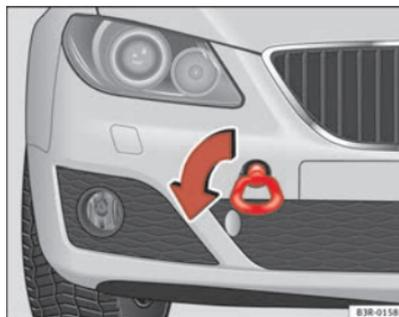

Fig. 231 Atornillado de la argolla de remolque en la parte delantera del vehículo
- Atomille la argolla hasta el tope hacia la *izquierda*, en el sentido que indica la flecha ⇒ página 301, fig. 231. ■